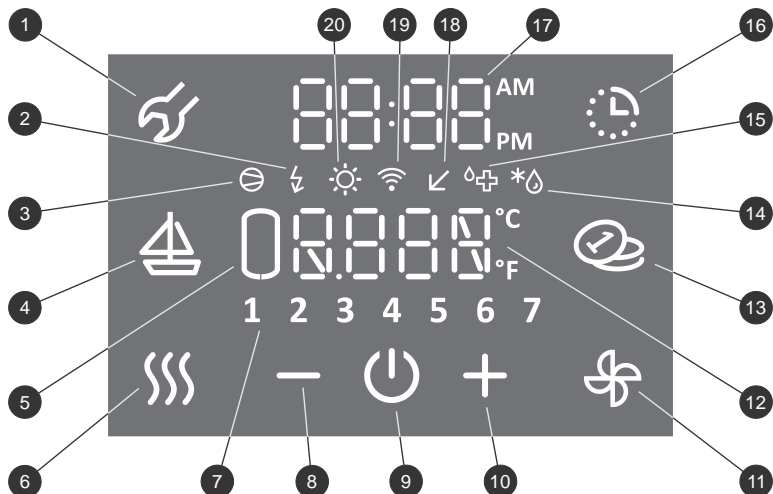

Abb. 11: Bedienungsanzeige
Die Wärmepumpe wird über ein Touchscreen-LCD gesteuert (Bild 11). Die Funktionen und Anzeigen sind modellabhängig.
- Nach 1 Minute Inaktivität (kein Drücken auf die Anzeige) wechselt die Anzeige immer in den Standby-Modus. Die aktuelle Anzeige zeigt die aktuelle Wassertemperatur und, je nach Modell, die Symbole der aktiven Funktionen (siehe Abbildung 11).